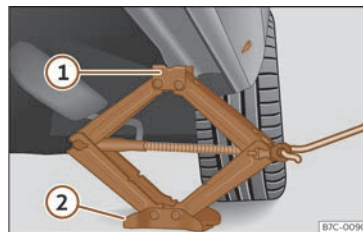

Fig. 259 Bas de caisse : emplacement du cric du véhicule.
- Tournez la manivelle du cric, placé sous le point d'appui du bas de caisse, pour le lever jusqu'à ce que l'ergot ① >>> **fig. 259** se trouve sous le logement prévu à cet effet.
- Alignez le cric de sorte que l'ergot ① « s'encastrer » dans le logement prévu à cet effet sur le bas de caisse et que la plaque de base mobile ② repose sur le sol. La plaque de base ② doit se situer à la verticale du point d'appui ①.